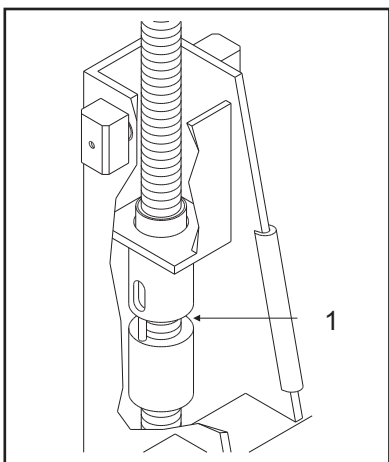

Fig.9 Abb.9
- in caso di rottura della chiocciola portante, interviene la chiocciola di sicurezza (rif. 1, fig.9).
- in the case of damage to the load-bearing nut, a safety nut (ref.1, fig.9) is automatically engaged.
- écrou de sécurité intervenant en cas de rupture de l'écrou porteur (rep. 1,fig.9
- bei Bruch eines tragenden Spiralgehäuses greift das Sicherheitsspiralgehäuse ein (Ref. 1, Abb. 9);
- en caso de rotura del tornillo patrón, interviene el tornillo de seguridad (ref.1, fig.9)